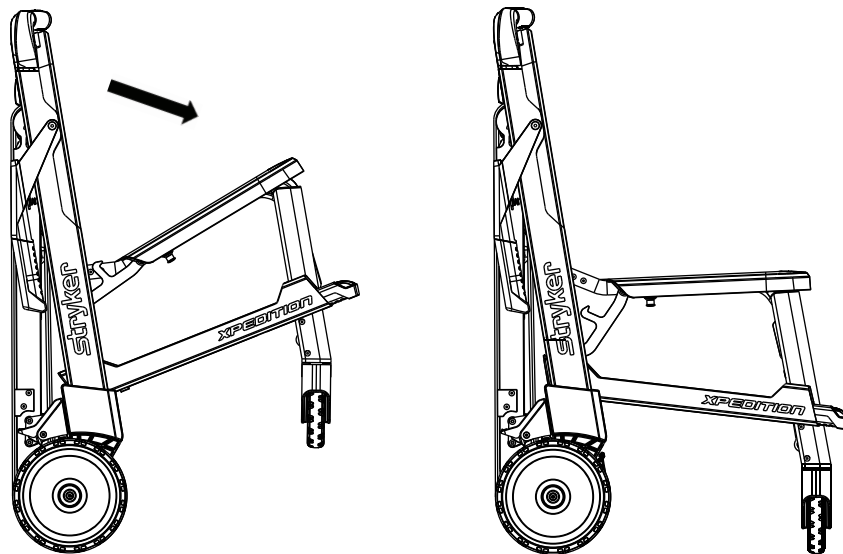

Figura 8 – Desdobrar a cadeira
3. Puxe o assento para baixo (Figura 8).